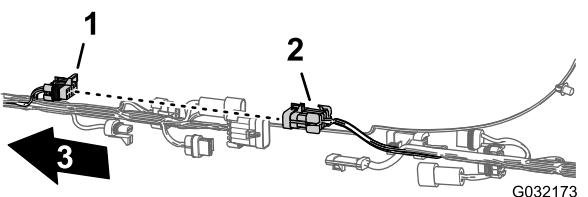
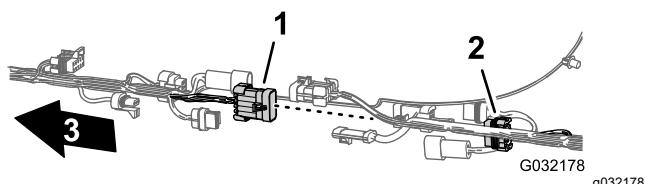

図 8
図 13
2. 図 図 8 図 13に示すように、フロントとリアワイヤハーネスを接続している6組のコネクタの接続を外します。